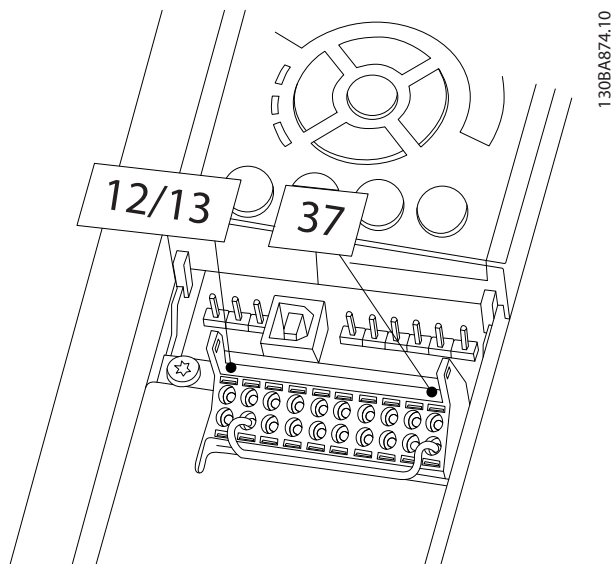

图 2.27 端子 12/13 (24 V) 与 37 之间的跳线
1. 取下端子 37 与 12 或 13 之间的跳线。仅断开该跳线还不足以避免短路。（请参阅图 2.27 中的跳线。）
当 LCP 底部的状态行显示“自动 远程 惯性停车”或“报警 60 外部互锁”时，即表明设备已做好运行准备，只不过端子 27 上缺少输入信号。有关详细信息，请参阅图 2.27。